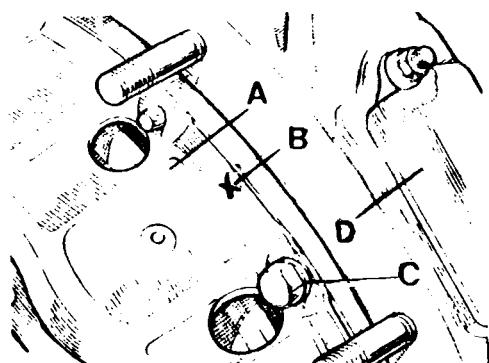

Fig. A3-81 Montaje del plato de presión
- 2.6. Montar el plato de presión, A (Fig. A3-81) sobre el volante, alineando la marca de apareamiento, B, existente en dicho plato, con la misma existente en el volante.
- 2.7. Montar los tornillos, C (Fig. A3-81), dándole un apriete de 3 a 3,5 mkg.
- 2.8. Montar la tapa del registro, D (Fig. A3-81).